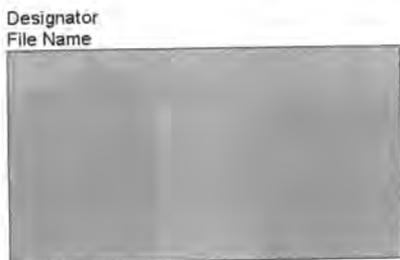

图 4-55 放置图纸符号
- [4] 单击鼠标左键确定方块的一个顶点后，移动光标到适当位置，再次单击鼠标左键确定方块的另一个顶点，即完成了图纸符号的放置，如图 4-55 所示。